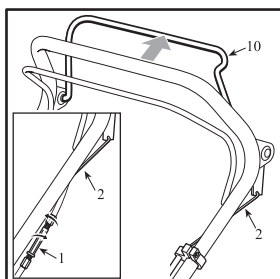

Рис. 5.
10.3. Регулировочное устройство механизма привода колёс газонокосилки мод.ГКБ-44/150С (см.рис.5) должно быть отрегулировано вращением муфты 1 таким образом, чтобы при отпущенном рычаге 10 трос 2 управления был слегка ослаблен.